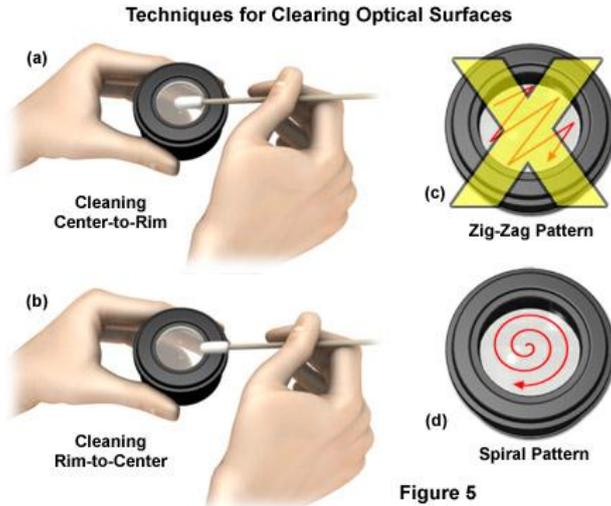

Fig 112 清洁物镜的方法
- 需要使用介质（油，水或甘油）的物镜每次使用后应及时彻底清洁。清洁时先用擦镜纸吸干液体，再用脱脂长绒棉卷在医用棉签上，蘸取少量无水乙醇呈螺旋状由内而外擦拭三次。第一次一定不要用力，以后每次逐渐加力。每次需使用新的棉签，且擦拭方向必须一致 (Fig. 112)。